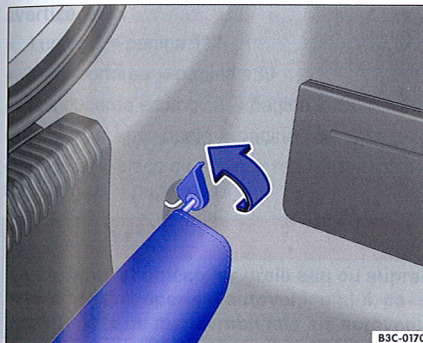

Fig. 109 În portbagaj: Punct de fixare a prelatei.
- Apăsăți suportul prelatei de jos în sus pe inelele de ancorare din spate din dreapta și din stânga ⇒ **fig. 109** (săgeata). Pentru aceasta s-ar putea să fie nevoie de forță.